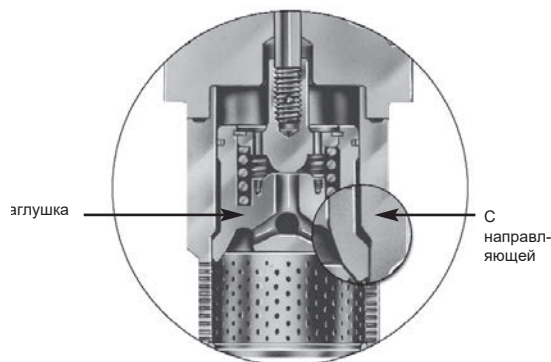
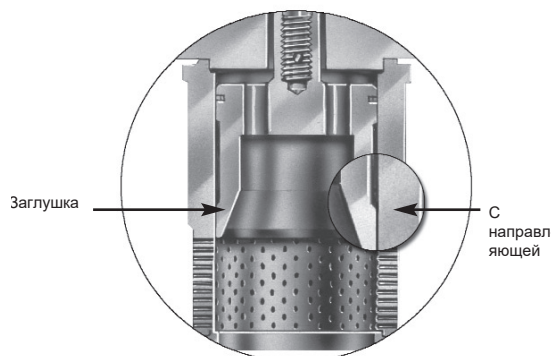

Рисунок 2 – Пробка колоколообразной формы
Рисунок 3 – Пробка цилиндрической формы
8. Поднимите крышку (2) и снимите ее с корпуса клапана (1). Во время выполнения этой операции шток пробки клапана (7) необходимо сдвинуть вниз таким образом, чтобы пробка клапана (8) оставалась в корпусе клапана (1).
9. Извлеките прокладку корпуса (25) из паза в верхней части корпуса клапана (1).
10. Извлеките коническую пружину (14) (если имеется) из паза в верхней части гнезда клапана. Коническая пружина может устанавливаться на некоторых моделях, предназначенных для эксплуатации при высоких температурах.
11. Извлеките узел пробки клапана (8) из гнезда клапана, потянув вверх за шток пробки клапана (7). Если установлена колоколообразная пробка (см. рисунок 2), при вытягивании штока (7) одновременно будут извлечены пробка (8) и гнездо (10) или (если имеется) фиксатор гнезда (11). Для пробки цилиндрической формы (см. рисунок 3) после снятия пробки (8) необходимо приподнять гнездо (10) и (если имеется) фиксатор гнезда (11), чтобы вынуть их из корпуса клапана (1).
Примечание. Для цилиндрических пробок (см. рисунок 3) следует проявлять осторожность, чтобы при извлечении пробки не допустить снятия гнезда.